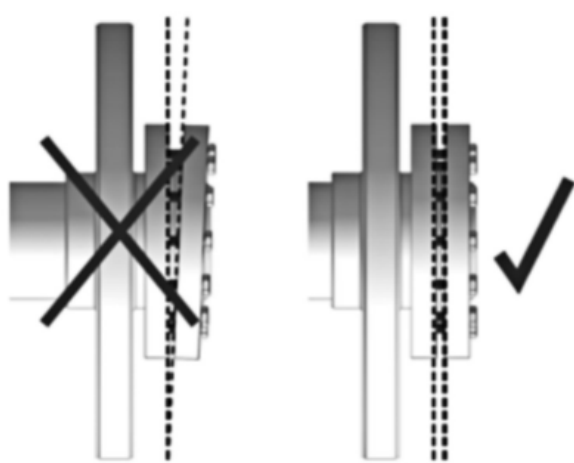

Figura 9 - Paralelismo dos anéis
- Após a montagem do disco, recomendamos fazer uma marca de referência no disco e no eixo do redutor. Ver figura 9.